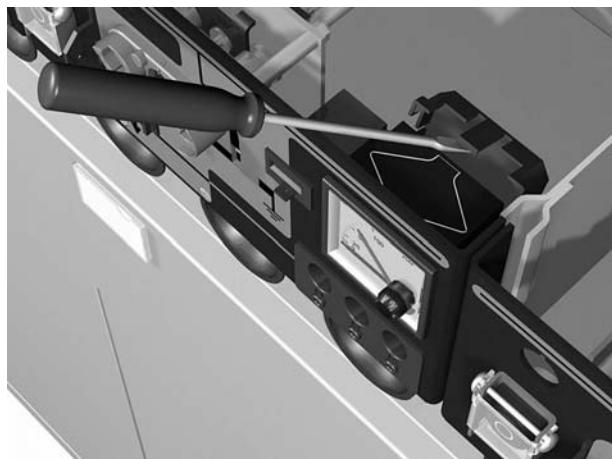

Рисунок 6-5: Откройте крышку амперметра
4. Откройте крышку амперметра (см. Рисунок 6-5).